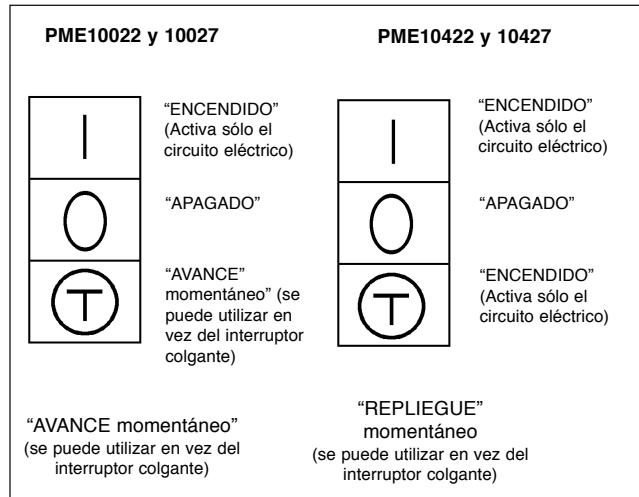

Figura 5, Posiciones del interruptor de la bomba
- Cerchiórese de que la bomba esté “APAGADA”. (Ver figura 5.)